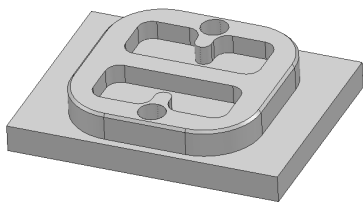

图 3-106 练习题 2) 图
2) 计算图 3-106 所示实体形式结构零件各个特征的加工刀具路径。毛坯为方坯, 刀具及切削参数自定义。零件模型在光盘中的存放位置: 光盘符:\习题\ch03\xt 3-02.dgk。光盘内附有参考答案。